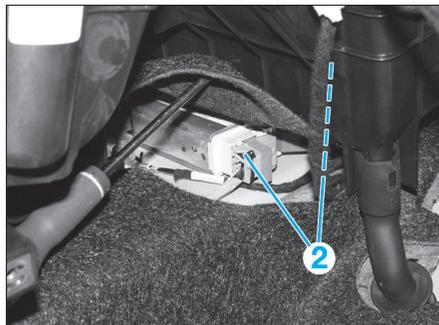

FIG. 12
- Sous le tapis, débrancher les 2 connecteurs (Fig.12).